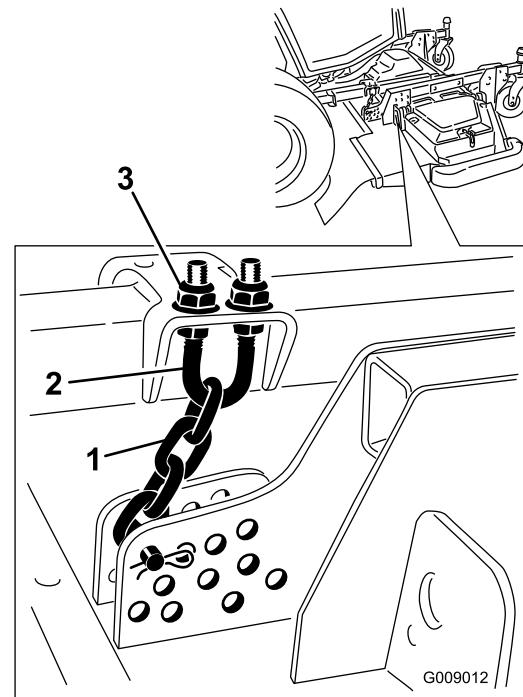

Рисунок 94
- Отпустите верхние или нижние зажимные гайки на U-образном болте цепи высоты скашивания (Рисунок 94).